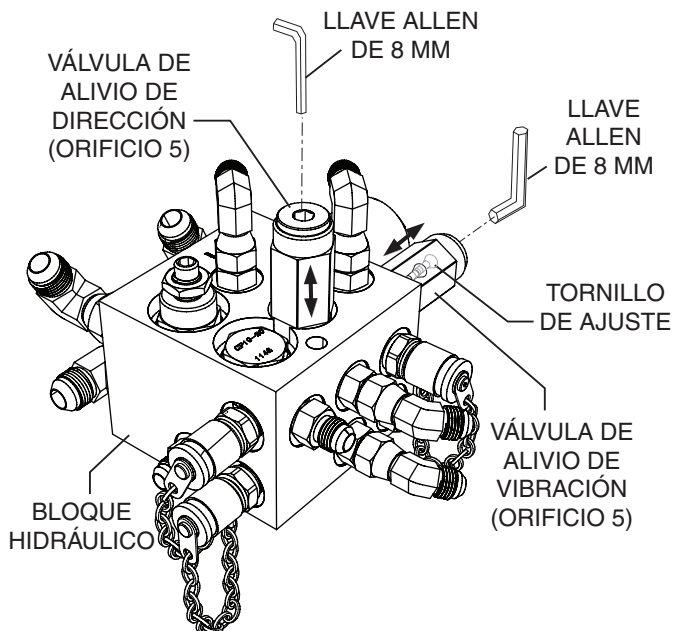

Figura 32. Válvulas de alivio de dirección y vibración
1. Inserte una llave Allen de 8 mm en el orificio de alivio de la dirección 5 (Figura 32) del bloque.